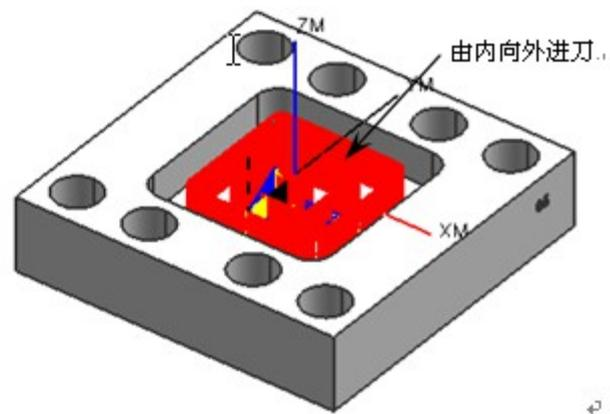

图3-16 向外.
- ⊕ **【向外】：**刀具从工件的内部向外进刀，多用于前模型腔的加工，如图 3-16 所示。↵